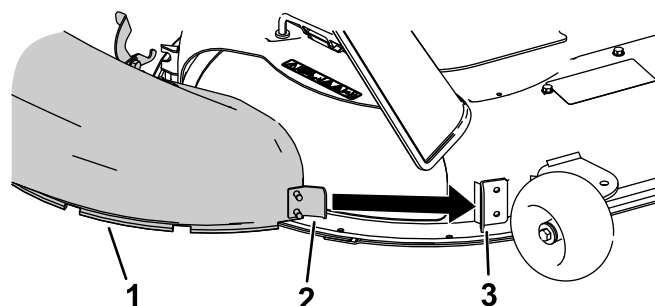

Figura 20
1. Introduzca la pestaña metálica del conducto en la ranura del soporte que está soldado a la carcasa de corte (Figura 20).